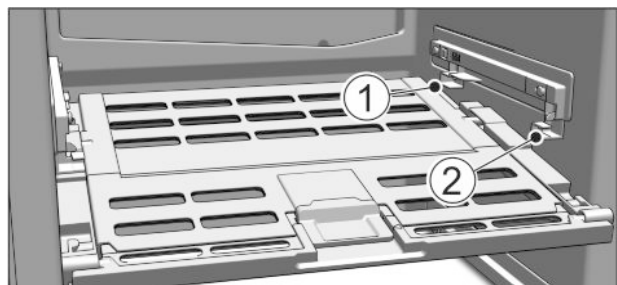

Fig. 14
- ▶ Deckel Fruit & Vegetable-Safe einsetzen: Deckelstege von unten in die hintere Halterung Fig. 14 (1) einführen und vorne in die Halterung Fig. 14 (2) einrasten.